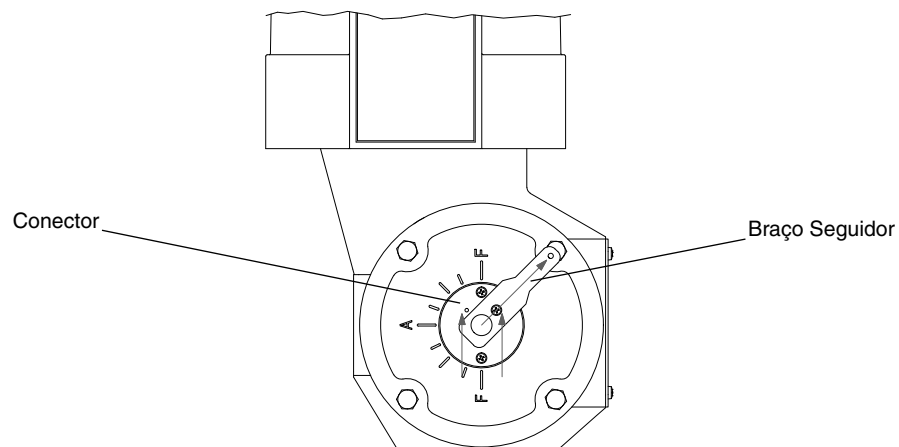

Figura 9 – Montagem do conector e do braço seguidor nos atuadores rotativos das válvulas BXL e VXL (configuração ar-para-fechar / falha-abre)
- Instale o conector no garfo do atuador com os dois furos auxiliares voltados para cima (vide Figura 9). Aperte firmemente os dois parafusos que fixam o conector no garfo.